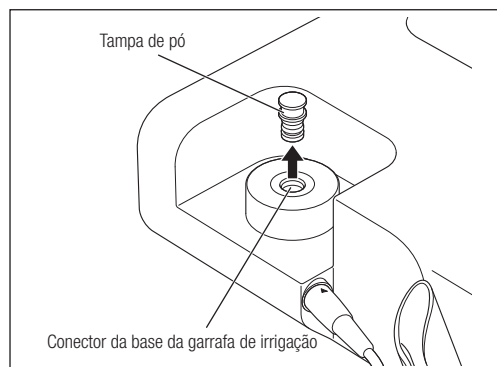

Fig. 12
- 1) Retire a tampa do pó do conector da base da garrafa de irrigação (Fig. 12).